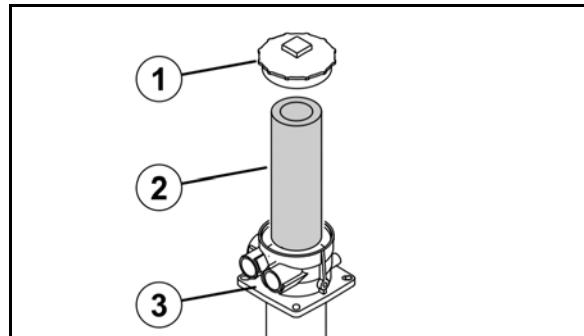

Рис. 179
1. Снимите крышку (Рис. 179/1) с корпуса (Рис. 179/3).
2. Замените фильтр сливной линии (Рис. 179/2).